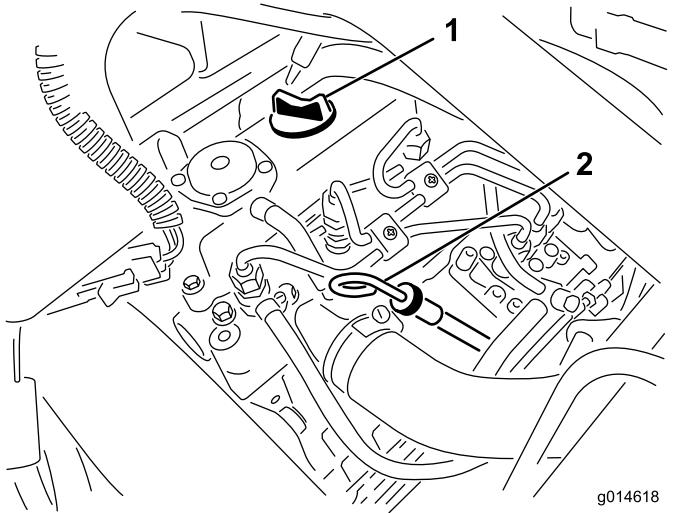

Figura 27
2. Retire a vareta e limpe-a com um pano limpo (Figura 27).